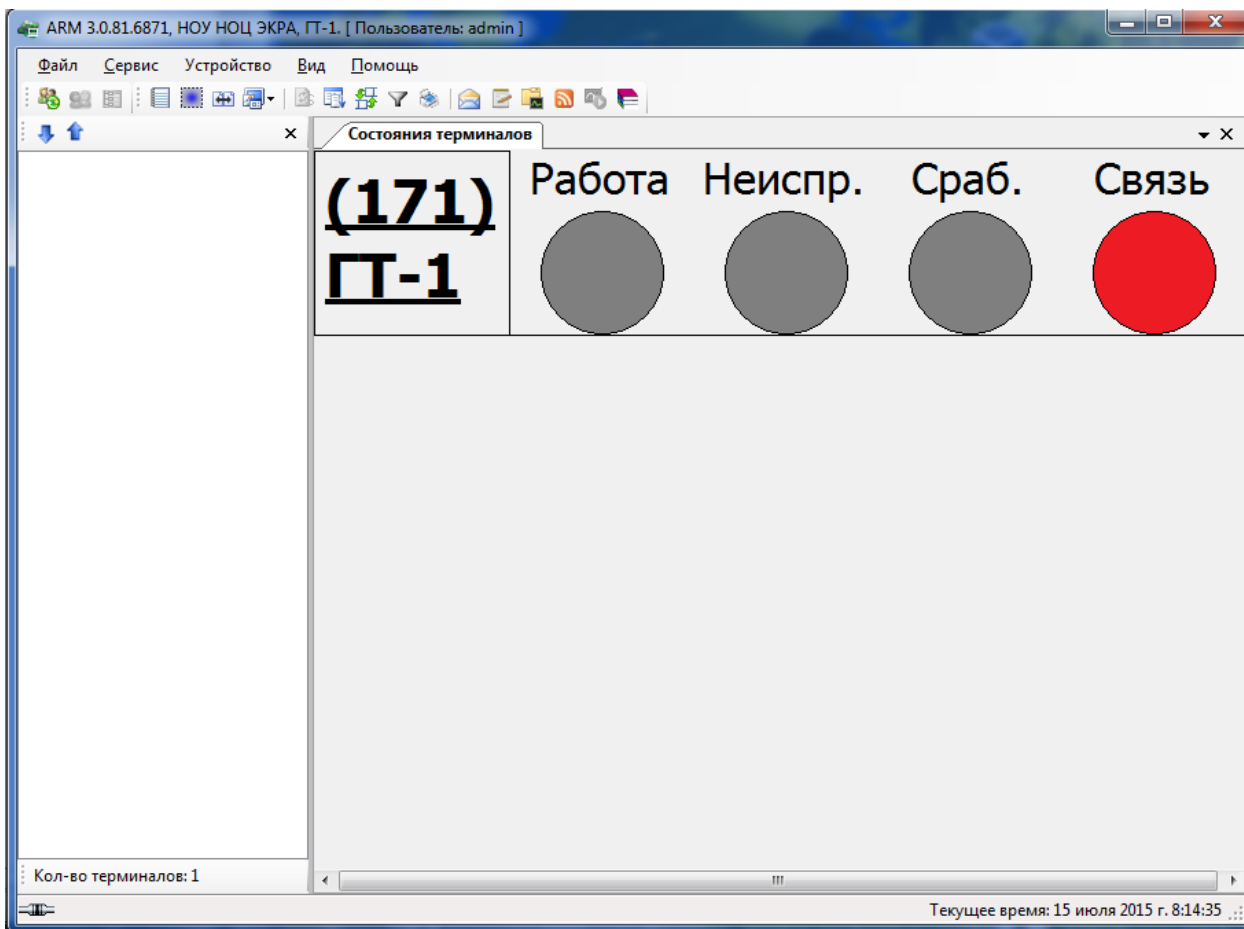

Рисунок 2.18
- а) нет связи с терминалом (см. рисунок 2.18);